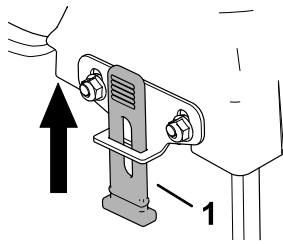

Bild 8
2. Montieren Sie einen Gummiriegel an jeder Platte (Bild 8).